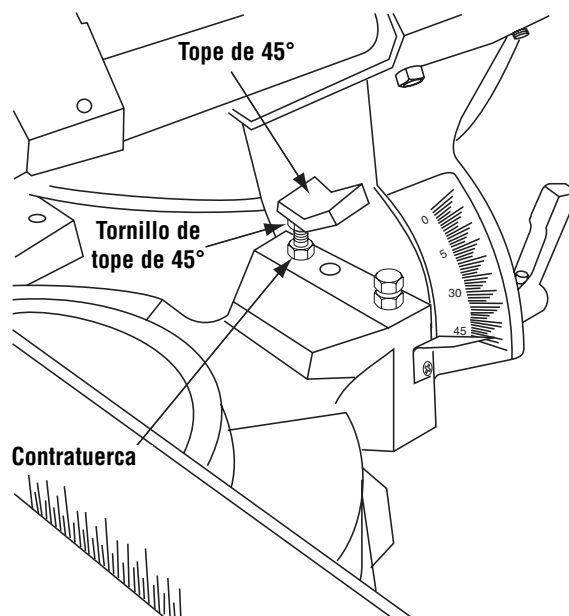

Figura 9. Tornillo de tope de bisel de 45° y contratuerca
- d. Ajuste el tornillo de tope de bisel de 45° para que la cabeza del tornillo hexagonal golpee el tope de 45° al mismo tiempo que la hoja hace contacto con toda la longitud de la escuadra. Apriete la contratuerca de 45° (Figura 9).